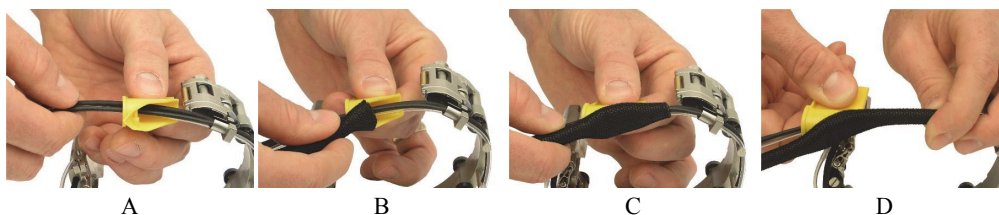

图 2-2 安装保护套管
2. 使用黄色绝缘线束安装工具，将线缆和管放置于保护套管中，步骤如下（参见第 19 页的图 2-2）：